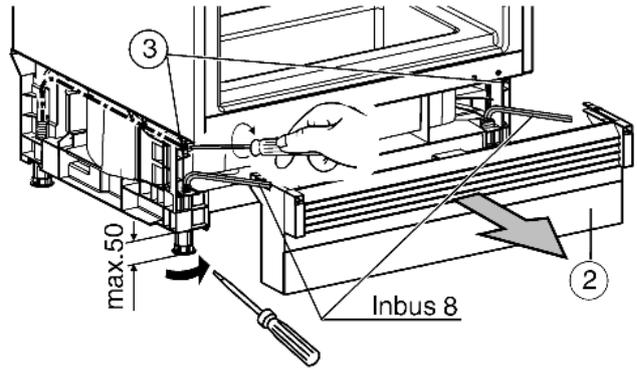

Fig. 10
- ▶ Livellare l'apparecchio agendo sui piedini di regolazione: Svitare i piedini di regolazione posteriore agendo sulle viti Fig. 10 (3). Svitare i piedini di regolazione anteriori utilizzando un cacciavite, nel caso dei piedini di regolazione avvitati svitare utilizzando una chiave a brugola 8 mm. L'apparecchio dovrebbe essere leggermente incastrato nella nicchia, fra il pavimento e il piano di lavoro!